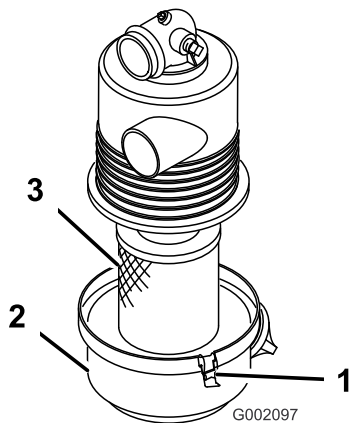

Figura 25
3. Liberte os trincos que fixam a cobertura do filtro de ar à respectiva caixa e retire a cobertura (Figura 25).
4. Deslize suavemente o elemento do filtro de ar (Figura 25) para fora da caixa.